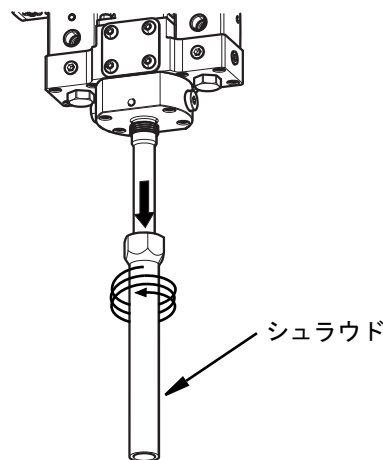

図 20
4. **Voltex** 動的混合バルブからシュラウドを取り除いてください。図 20 を参照してください。